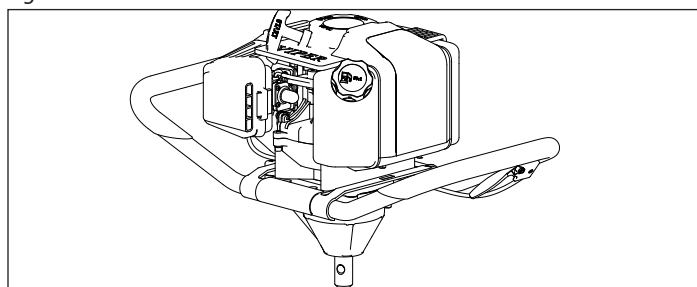

Figure 6
5. Remettre l'élément filtrant en place en appuyant dessus pour l'engager à fond de façon étanche. **VOIR FIGURE 6.**